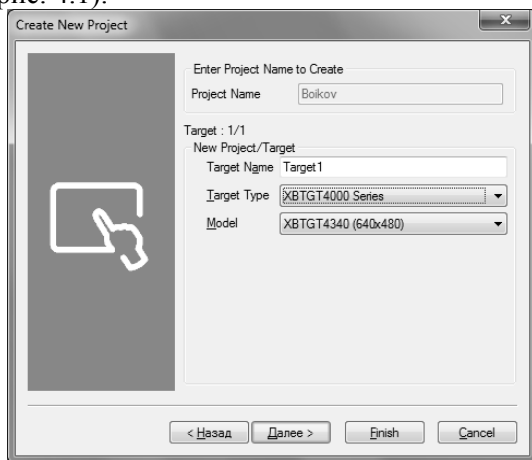

Рис. 4.1 Окно выбора серии и модели панели
1) Запустить программу Vijeo-Designer V5.0 и в появившемся окне выбрать пункт – создание нового проекта (Create new Project) и нажать далее. В следующем окне необходимо выбрать имя проекта и можно сделать краткое описание. В любом проекте может быть использовано несколько устройств, поэтому предлагается ввести имя панели (Target Name). Далее надо выбрать тип и модель сенсорной панели (рис. 4.1).